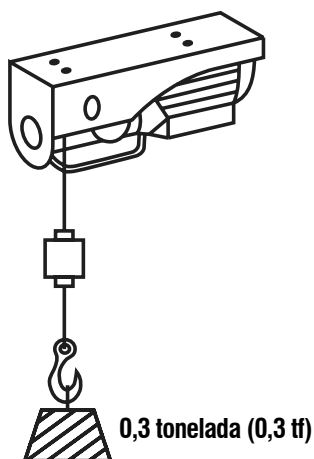

Fig. 15 – Winche con la configuración simple
- c. Con la configuración simple, sin el gancho con la polea de inversión, la capacidad de carga máxima es de 0,3 tonelada (0,3 tf) (Fig. 15), con elevación máxima de 12 m de altura.